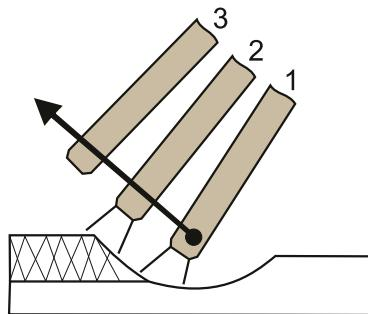

рис.3
- При завершении шва отведите электрод немножко назад, чтобы заполнилась сварочная ванна, а затем переместите электрод на верхний край сварочной ванны (1-2 рис.3 Обрыв дуги) и быстро отведите от кратера (3 рис.3 Обрыв дуги).